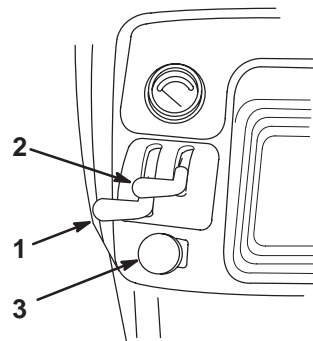

Figure 12
3. Placez la commande de PdF en position débrayée (Fig. 12).
4. Placez la commande de starter en position En service (si le moteur est froid) (Fig. 12).
5. Réglez la manette d'accélérateur à mi-course vers le régime maximum (Fig. 12).
8. Lorsque le moteur a démarré, amenez progressivement la manette de starter en position Hors service (Fig. 12).
1. Réglez la manette d'accélérateur en position de ralenti (Fig. 12).